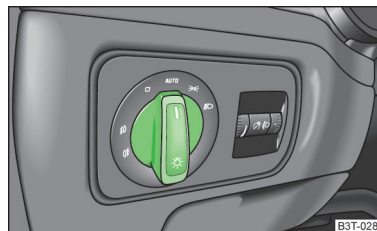

Abb. 33
Ist der Lichtschalter in der Stellung **AUTO** » Abb. 33, schalten sich das Stand- und Abblendlicht sowie die Kennzeichenleuchte automatisch ein bzw. aus.
- ✓ Der Lichtschalter befindet sich in der Stellung **AUTO** » **Abb. 33** auf Seite 51.